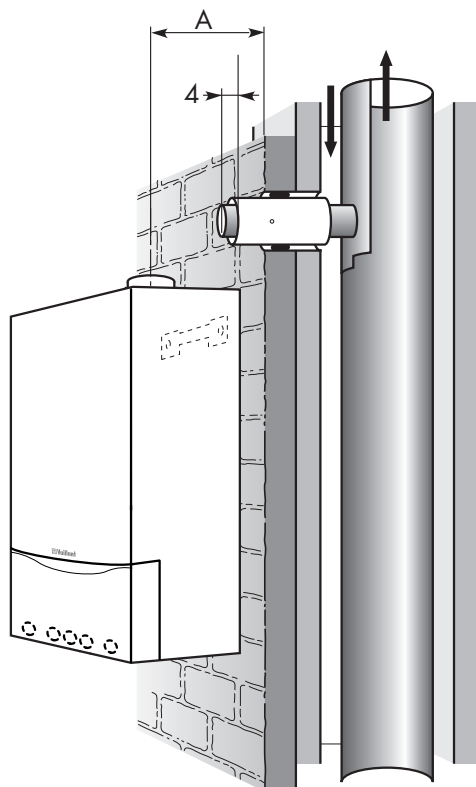

Рис. 5.3: Укорачивание газовой пусковой трубы до нужной длины установка воздушной трубы
- Подготовьте присоединение к системе подвода воздуха и отвода продуктов сгорания с размерами, указанными на рис. 5.3. Эти размеры допускают навеску прибора непосредственно на кирпичную облицовку.
- Керамические системы в большинстве случаев оснащаются резиновыми уплотнительными муфтами и имеют у воздушного патрубка трубный упор. Укоротите воздушную/газовыпускную трубу в соответствии с размерами, указанными на рис. 5.3.